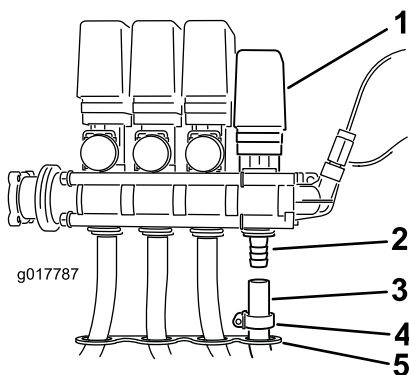

図 13
8. バルブ取り付けブラケットのホースガイドからホースを入れてホースリールバルブのバーブの根元までしっかりと差し込む（図 13）。